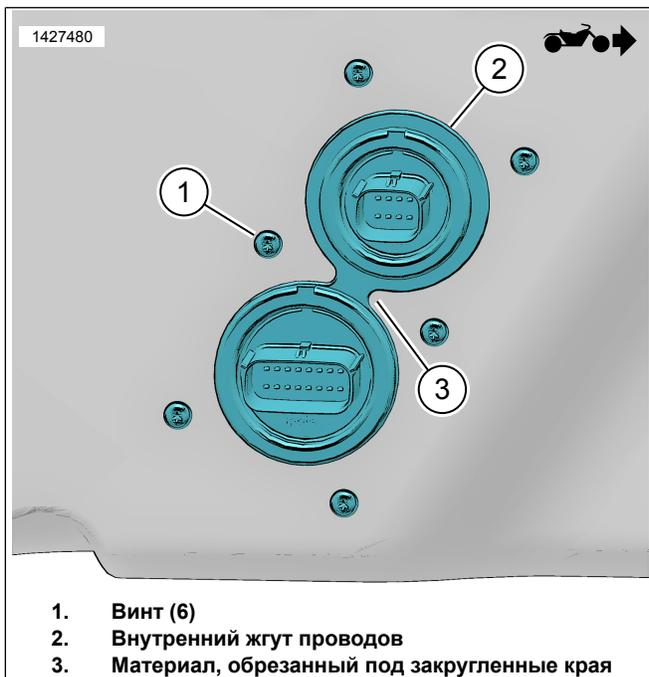

Рисунок 3. Внутренний жгут проводов
- d. См. рис. 3. Обрежьте материал под закругленные края (3).
11. См. рис. 3. Установите внутренний жгут проводов (2).